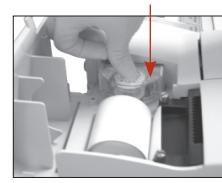

Ilustración 2: Instale un nuevo cartucho y empuje hacia abajo el cilindro de la bomba
- Con las boquillas hacia abajo, sujeté el nuevo cartucho de bomba peristáltica junto al motor de la bomba. Gire el eje del motor manualmente de modo que quede alineado con el chavetero de la bobina de la bomba. A continuación, alinee el cartucho de la bomba con el eje del motor y empújelo hacia abajo con firmeza hasta que esté bien colocado en la carcasa (ilustración 2).
- Presione el cilindro del cartucho de la bomba hasta que se encuentre bien colocado en el eje del motor de la bomba (ilustración 2).